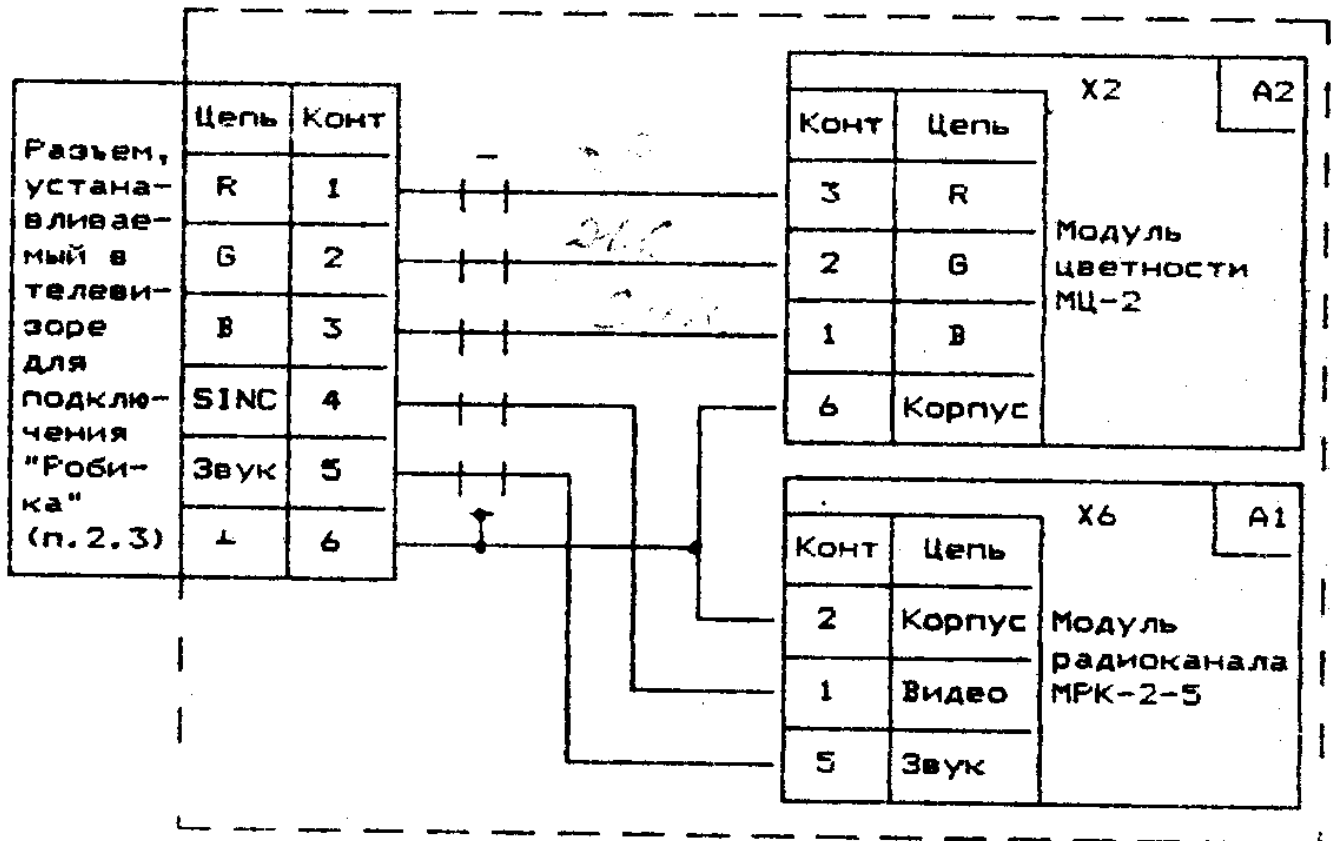

Рис. 1
3. В качестве примера доработки телевизоров третьего поколения на рис.1 приведена схема доработки телевизоров "Электрон Ц280", "Электрон Ц380" и их модификаций. Все телевизоры третьего поколения с модулем цветности МЦ-2 дорабатываются аналогично.